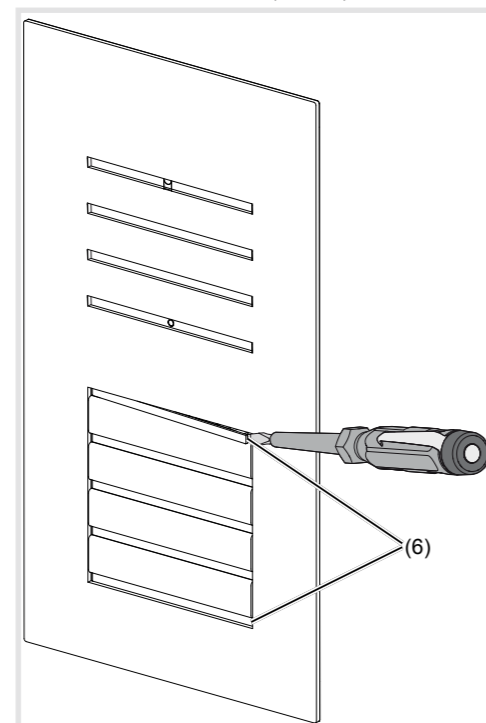

Bild 13: Entnahme Abdeckstreifen
- Die verriegelnden Abdeckstreifen (6) oben und unten mit dem Schraubendreher nach vorne hebeln und entnehmen (Bild 13).